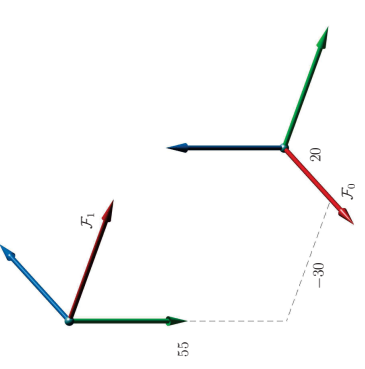

FIGURE 6.12 – Réponse à l'exercice 6.4(a).
6.4. Les réponses sont données aux figures 6.12 et 6.13.